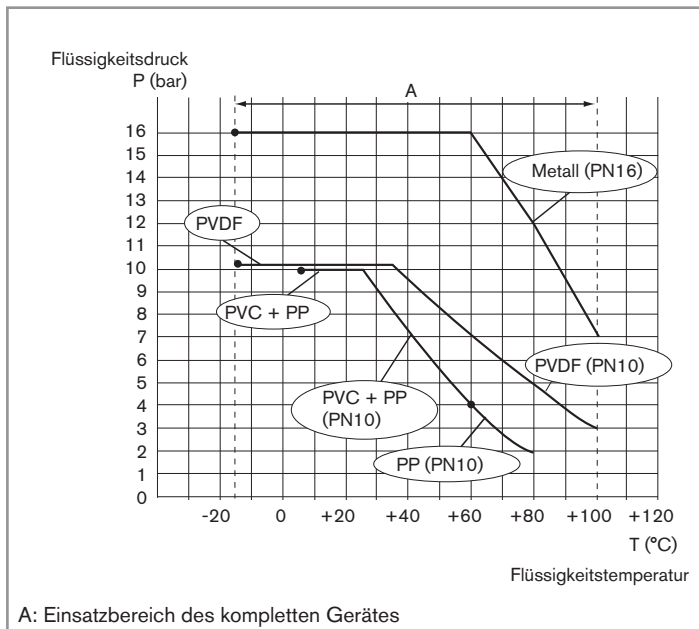

Bild 1: Druck-Temperatur-Abhängigkeitskurven der Flüssigkeit
Flüssigkeitsdruck	hängt vom Fittingwerkstoff ab; siehe <a href="#">Bild 1, Kap. 7.1</a>
- ▶ Je nach Art der Werkstoffe des Fittings (siehe Bild 1) die Druck-Temperatur-Abhängigkeit der Flüssigkeit beachten.